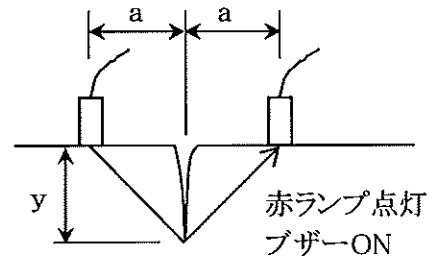

図2 $y \leq a$
⑥この位置でセンサーからひび割れまでの距離 a をスケールで実測します。
⑦ a がひび割れ深さ y です。 $y=a$ (図2)